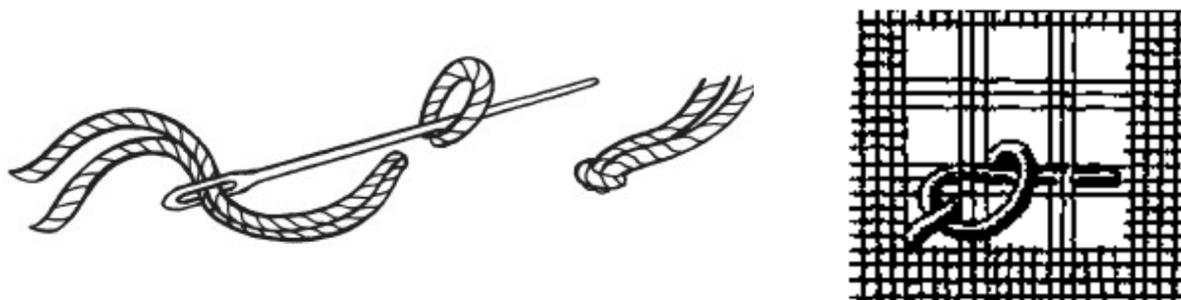

Рисунок 4.5. – Закрепление нити стежком
– если для вышивки в иглу протягивается четное число нитей, то нужно сложить их вместе и вдеть в иглу двумя концами. Затем иглой с нитью делают один стежок и вытягивают нить из ткани до тех пор, пока не останется только маленький кончик в виде петли, которая образовалась при сложении нитей вдвое. В эту петлю продевают иглу с нитью и затягивают ее (рисунок 4.5);